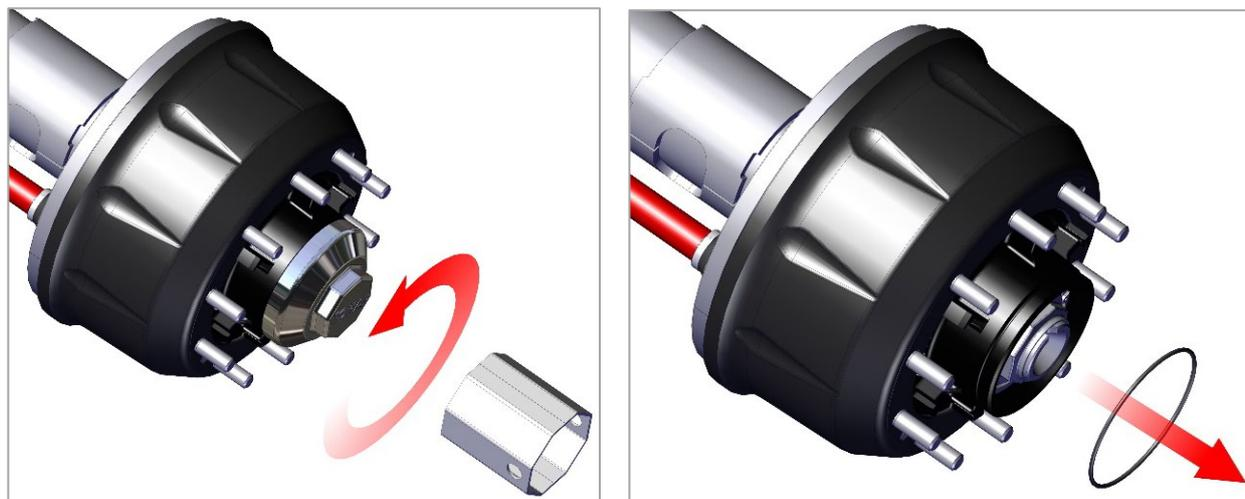

Рис. 6. Снятие крышки ступицы
1) Отверните специальным ключом крышку ступицы, убедитесь, что резиновое уплотнительное кольцо не повреждено (рис. 6).